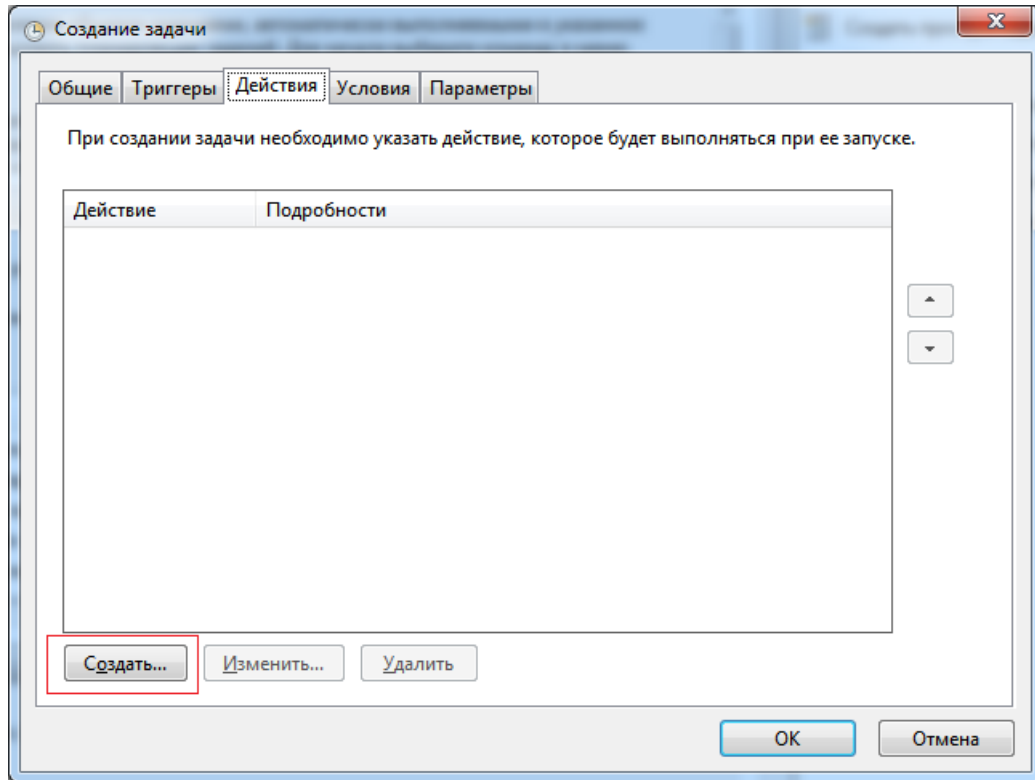

Рисунок 3.26 - Вкладка "Действия"
6. Во вкладке "Действия" необходимо описать, что наша задача будет делать. Нажмите кнопку "Создать" (см. рис. 3.26).